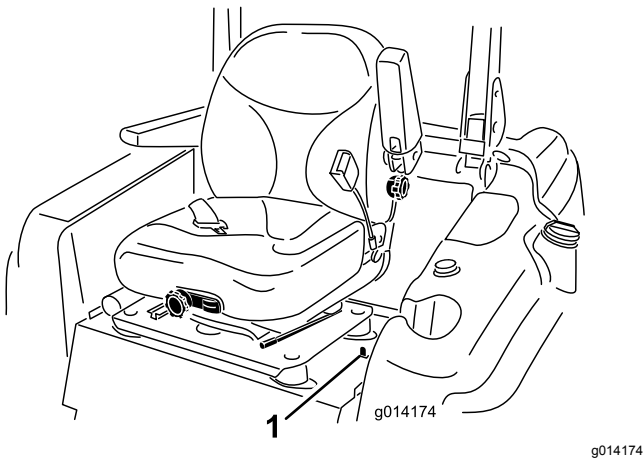

Figure 15
1. Déplacer le verrou du siège, situé sur le côté gauche du siège, vers l'arrière pour déverrouiller le siège et tirez le haut du siège en avant (Figure 15).